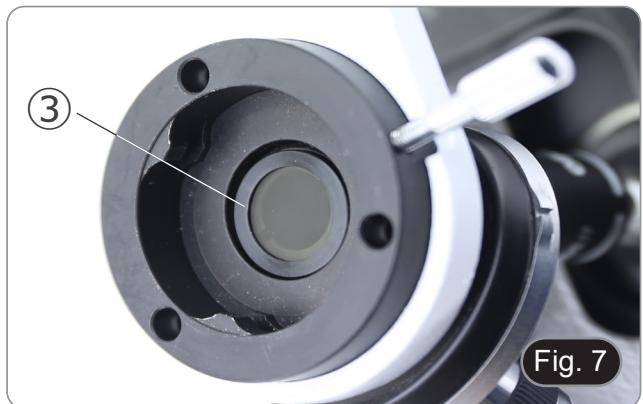

Fig. 7
3. Inserire l'analizzatore ③ nella sede all'interno dello stativo. (Fig. 7)